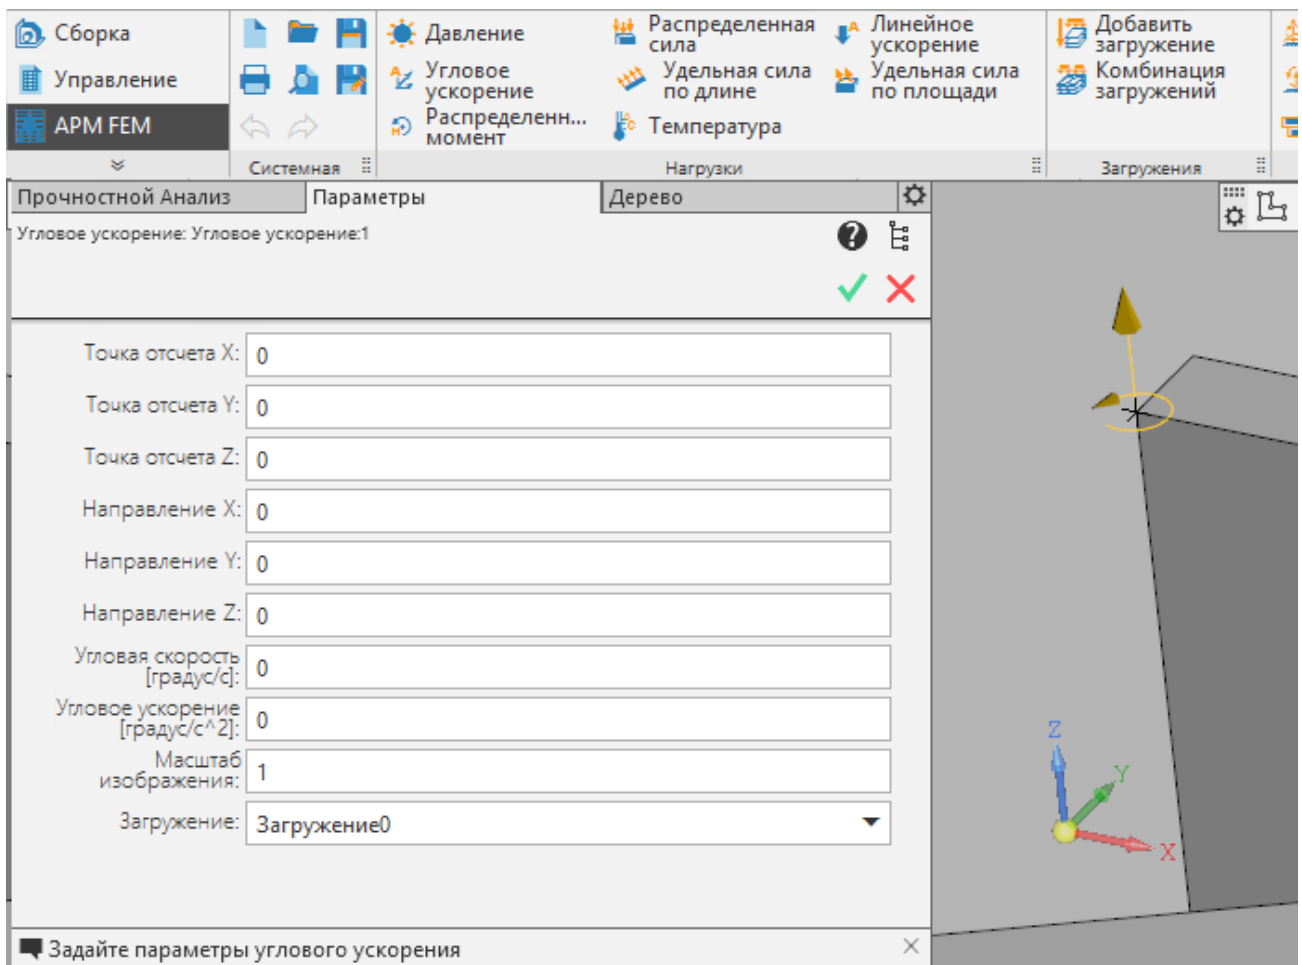

Рис. 3.9. Задание угловой скорости и углового ускорения
**Угловое ускорение** – данная команда позволяет задать угловую скорость и угловое ускорение (Рис. 3.9).